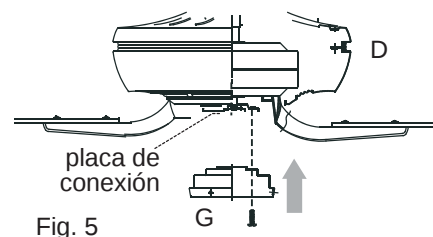

Fig. 5
5. Afloje dos tornillos en la placa de conexión en el lado inferior del motor parcialmente y quite el otro tornillo. Alinee los agujeros con ranura en la placa de la caja del interruptor (G) con los tornillos alojados en la placa de conexión. Gire la placa de la caja del interruptor (G) para cerrarla. Vuelva a introducir el tornillo que se quitó y apriete bien los tres tornillos. [Fig. 5]